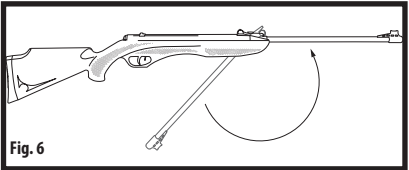

Fig. 6
2. Mueva el cañón de vuelta a su posición original empujándolo hacia arriba hasta que se bloquee (Fig. 6).